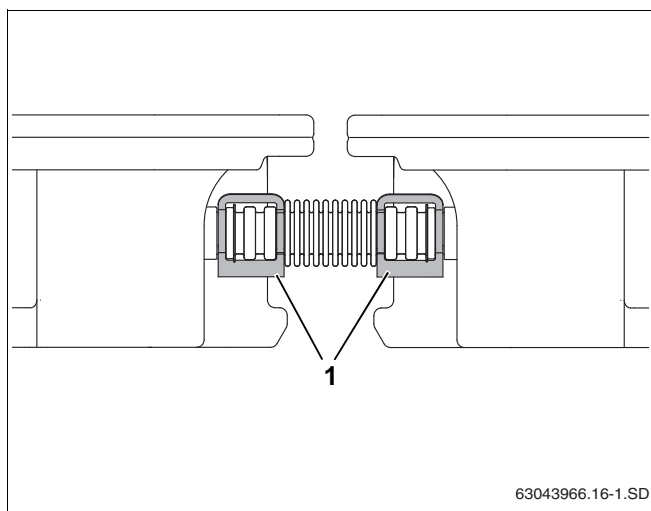

Fig. 50 Forbinder til flexrør sikret med klemmer
- ▶ Alle lukkekapper skal sikres med en klemme og alle forbindere til flexrør med to klemmer (fig. 50, **pos. 1**).